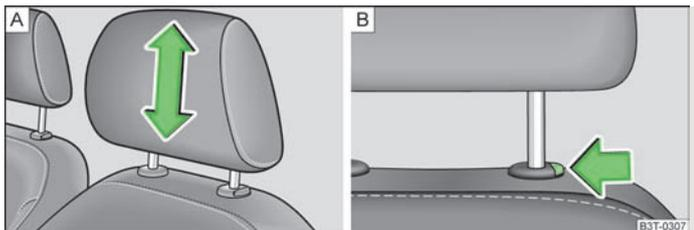

Fig. 59 Encosto de cabeça: ajustar / desmontar
- Com as duas mãos, segure as partes laterais do encosto de cabeça e puxe-o para cima conforme pretendido » Fig. 59 - A.
- Se pretender baixar o encosto de cabeça, prima o botão de segurança » Fig. 59 - B com uma mão e mantenha-o premido; com a outra mão, pressione o encosto de cabeça para baixo.
- Prima o botão de segurança no sentido da seta » Fig. 59 - B e extraia o encosto de cabeça.